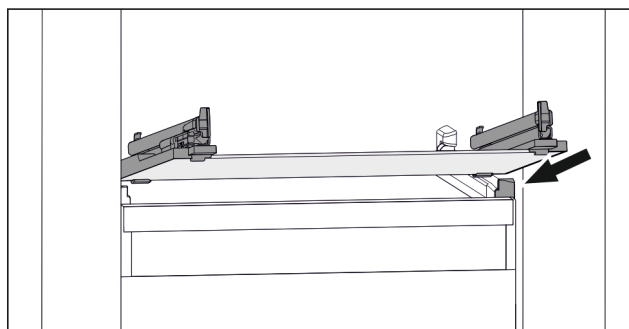

Fig. 75 Reprezentare exemplificativă a plăcii de sticlă
- ▶ Așezați placa de sticlă oblic în spatele opritoarelor. (vezi Fig. 75)